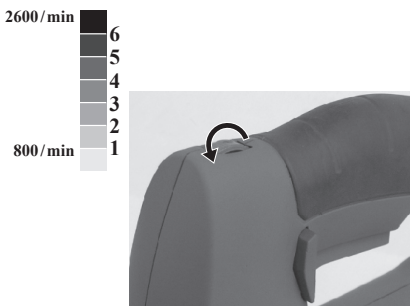

Fig. 5
7.2 Hastighedskontrol (Fig. 5)